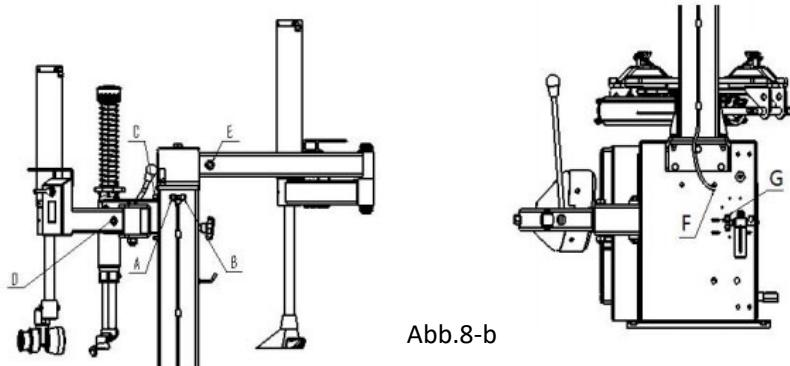

Abb.8-b
- **Luftanschluss:** Verbinden Sie den Luftschauch (A) mit dem Dreiwegeanschluss (stellen Sie sicher, dass er mit dem nach oben gerichteten Anschluss verbunden ist) am Filter S; hängen Sie die Aufpistole am Pfosten auf, wie in Abb.8-a dargestellt. Verbinden Sie die Luftquelle mit dem Dreiwegeanschluss (stellen Sie sicher, dass er mit dem horizontalen Anschluss verbunden ist, wie der Pfeil in Abb.8-a zeigt). Wie in Abb.8-b dargestellt, kommt D aus dem Schlauch C und verbindet sich mit A, E verbindet sich mit B, F verbindet sich mit G